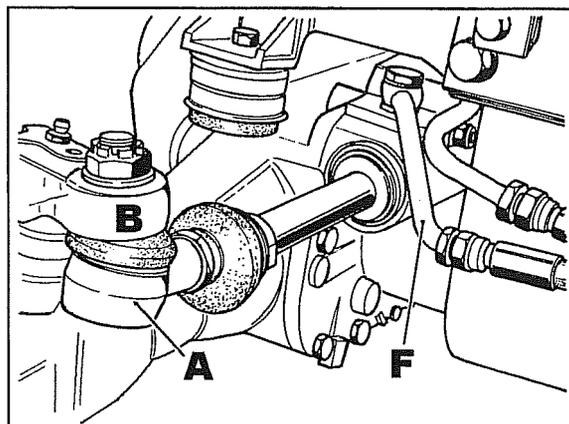

Fig. 69
- b. Débrancher la canalisation qui sert de décharge en braquant à droite (**F** fig. 69).
1. Débrancher le joint sphérique **A** fig. 69 de la tige du cylindre d'un côté et de l'autre il faut enlever le joint en le débranchant de la tige du cylindre mais aussi du petit bras **B** fig. 69 du moyen de la roue.